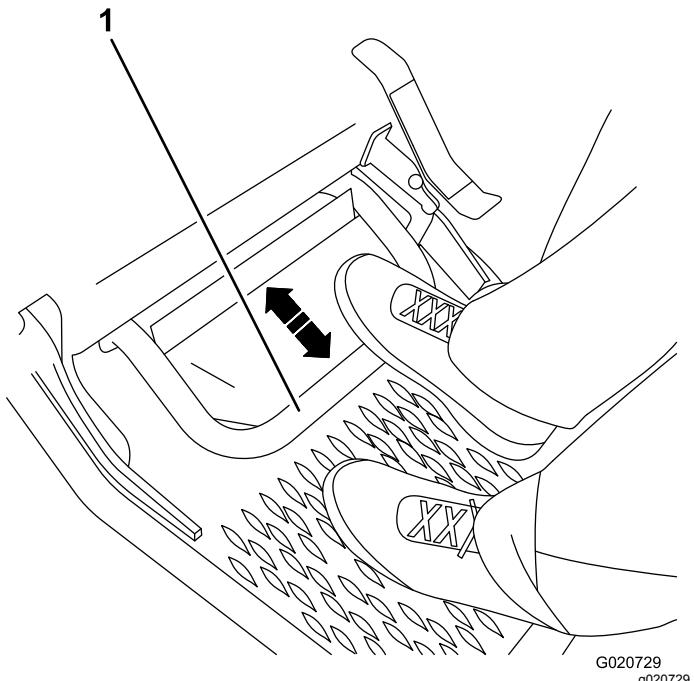

Figura 28
- Pise el pedal del freno de servicio (Figura 28).
2. Pise el pedal del freno de servicio (Figura 28).